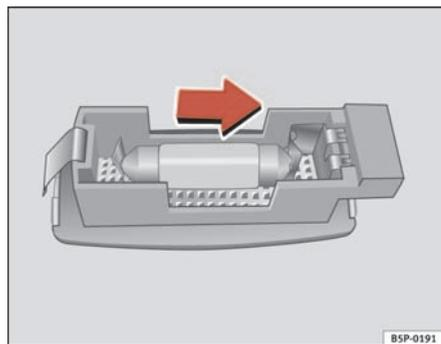

Fig. 192 Desmontaje luz del parasol
- Retire la luz con cuidado, utilizando el destornillador por su parte plana, tal como indica la figura ⇒ fig. 192.
- Retire la lámpara, moviéndola en el sentido de la flecha y hacia afuera ⇒ fig. 192. ■